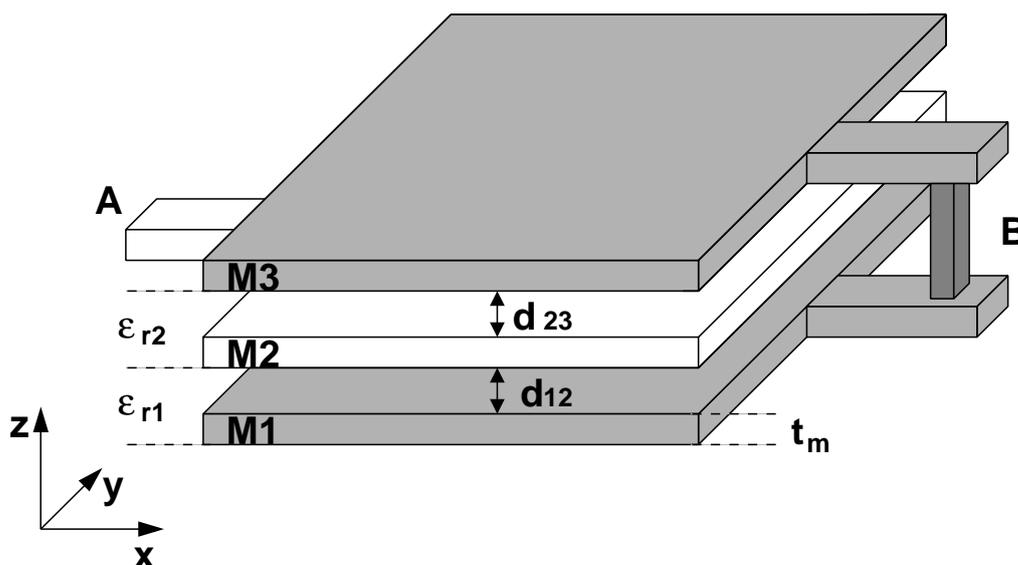

Abb. 1.2: Aufbau einer Kapazität aus horizontalen Metalllagen
1.3 Eine gängige Realisierung von Kapazitäten in integrierten Schaltungen ist in Abb. 1.2 dargestellt. Dabei werden Metallebenen horizontal geschichtet und entsprechend miteinander verbunden (HPP: horizontale parallele Platten).